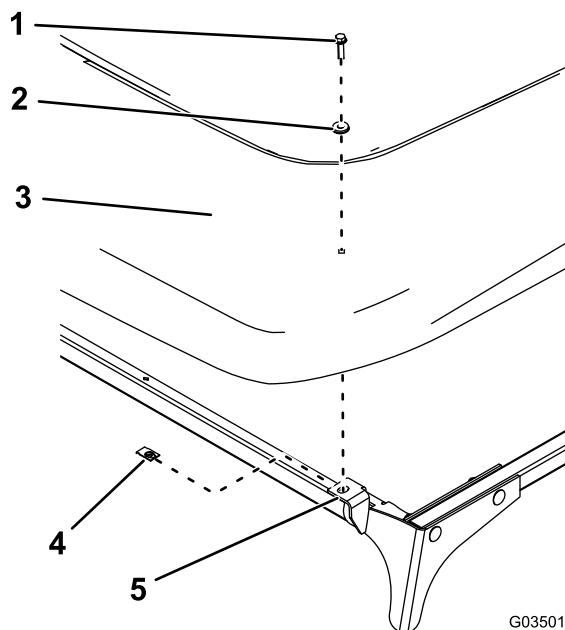

**Figura 11**
10. Fije provisionalmente el enlace transversal delantero a las placas delanteras y a los refuerzos de esquina con 4 pernos de cuello cuadrado (5/16" x 1 3/4") y 4 tuercas con arandela prensada (5/16"), tal y como se muestra en la Figura 11.
11. Fije el soporte delantero al enlace transversal con 2 pernos hexagonales con arandela prensada (1/4" x 1 1/2") y 2 tuercas con arandela prensada (1/4"), tal y como se muestra en la Figura 11.